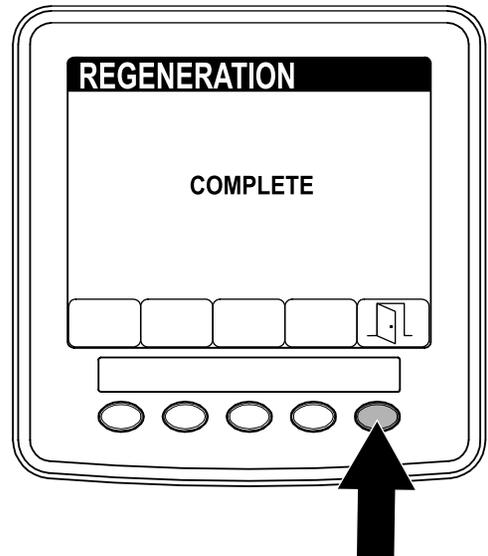

図 71
5. 再生が終了すると、インフォセンターに終了 COMPLETE画面が表示される。ボタン 5 を押すと整備 SERVICE画面に戻る 図 71。